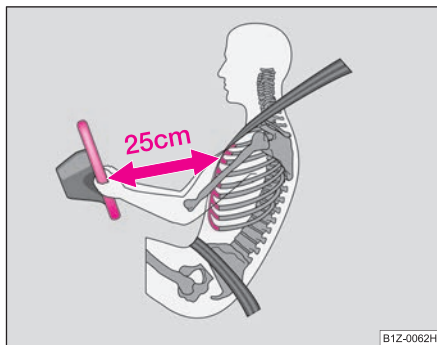

Fig. 114 Distanța sigură față de volan
- Între conducător și volan trebuie să existe o distanță de cel puțin 25 cm ⇒ fig. 114. Dacă nu se respectă această distanță, sistemul airbag nu își poate exercita eficiența maximă – Pericol!